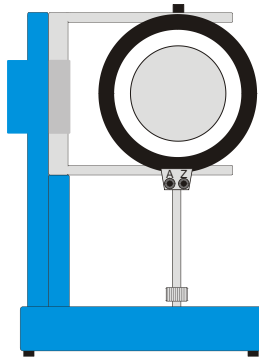

Fig. 2 Montage de la bobine
- Placez le tube dans un angle de 90° par rapport à sa position normale dans le support (voir la figure 2).